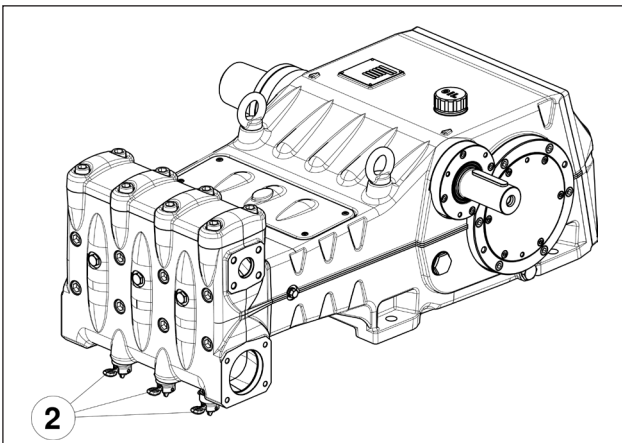
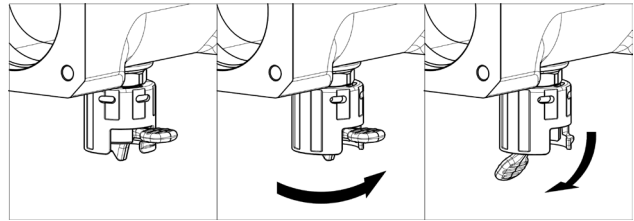

Abb. 9
Abb. 10
**Stellen Sie nach längerer Lagerung oder Stillstand die Funktionstüchtigkeit der Saugventile wieder her, indem Sie die drei Ventilheber öffnen (siehe Pos. ② Abb. 9) ausgelegt worden. Schließen Sie die Ventile vor Start der Pumpe wieder. Für die "Arbeits"- und "Ruhe"-Positionen siehe Abb. 10.**